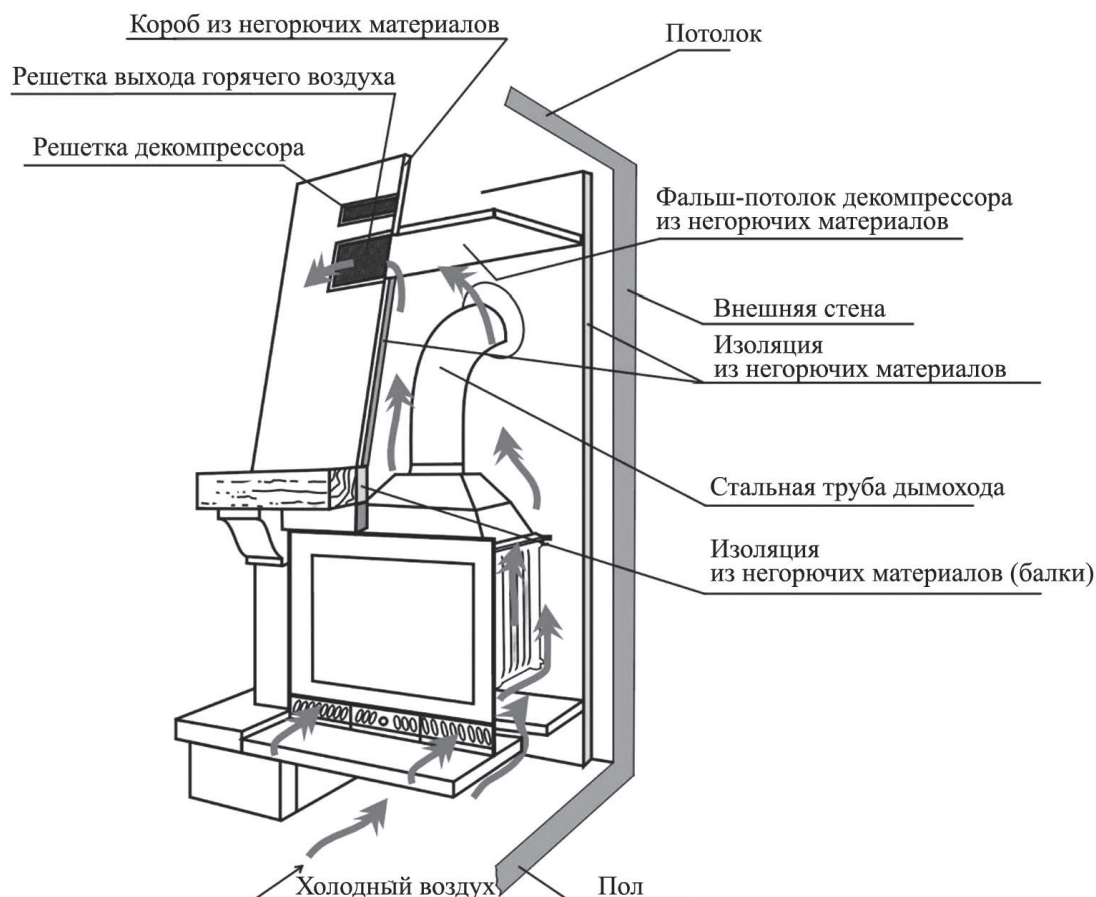

Рис. 1. Примерный способ установки каминной топки
2. Обеспечить приток воздуха под топку, а также его выход через решетки над топкой, площадью $0,15 \text{ м}^2$ – решетки выхода теплого воздуха должны быть так смонтированы, чтобы они не могли засориться (рис. 1, 4).
лицовки) должна иметь высоту около 30–50 см, начиная от потолка (рис. 1, 3, 4).